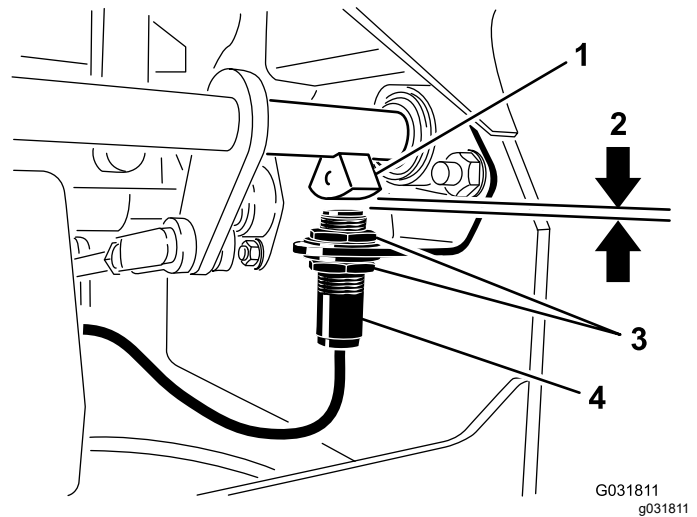

Figura 46
4. Mueva el interruptor hacia arriba o hacia abajo en el soporte hasta que la distancia entre el sensor del eje del freno y el émbolo del interruptor sea de 4 mm (5/32") como se muestra en (Figura 46).